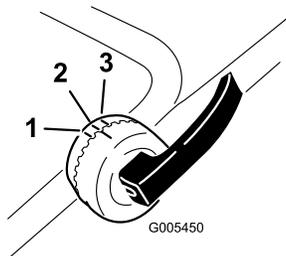

Figure 4
2. Pour régler la hauteur du guidon, déverrouillez les verrous de la partie supérieure du guidon et faites-la pivoter vers le haut. Bloquez-la dans la position qui vous convient le mieux (Figure 4).
sur l'un des 3 repères à l'intérieur des verrous de la partie supérieure du guidon (Figure 4).